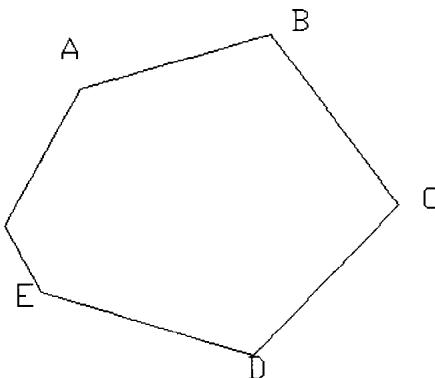

图 1-9 绘制直线
- (1) 进入到 AutoCAD 2002 的工作界面，执行“绘图 / 直线”命令，或者单击工具条上的直线工具。
- (2) 在绘图区域中单击鼠标左键，得到直线的初始点。通过移动光标来调整直线的角度和长短，在适当的位置第二次单击鼠标左键，就可以得到一条完整的直线。
- (3) 重复以上操作，可以继续绘制直线。这些直线首尾相接，如图 1-9 所示。如果绘制完毕，按 Enter 键结束操作。